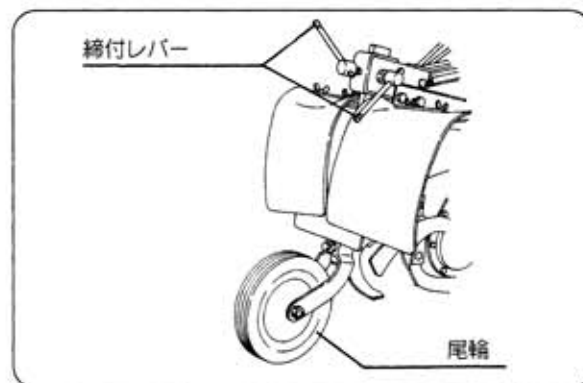

図25
- ① 締付レバー(2ヶ所)をゆるめて尾輪の高さを調節します。(図25)